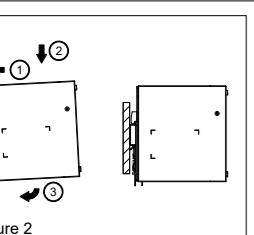

Figure 2
3. Montage (Abb. 2)
- Kippen Sie das Gerät leicht nach oben und setzen Sie es auf die DIN-Schiene auf. Einrasten des Geräts in DIN-Schiene, wie in Abb. 2 dargestellt.
3. Montage (Fig. 2)
Encliquez le sur le rail DIN comme indiqué à la Fig. 2: